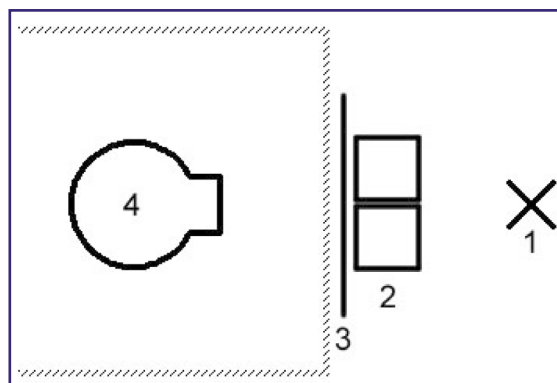

Abbildung 4: Aufbau UV-Absorption
Um auch im im UV-Bereich Absorptionsmessungen durchführen zu können wird der folgende Aufbau verwendet (Abbildung 4): Eine UV-Lampe(1) strahlt UV-Licht der Wellenlänge 254 Nanometer ab. Dieses Licht fällt durch zwei Küvetten(2), in einer befindet sich das Lösungsmittel, in der anderen der zu untersuchende Stoff. Zur Kostenersparnis werden Küvetten aus Polystyrol statt Quarzglas verwendet. Hinter den Küvetten ist eine Dünnschichtchromatographiekarte angebracht, die eine fluoreszierende Schicht enthält. Je nach Intensität des durchgehenden UV-Lichtes leuchtet die Karte unterschiedlich hell, da